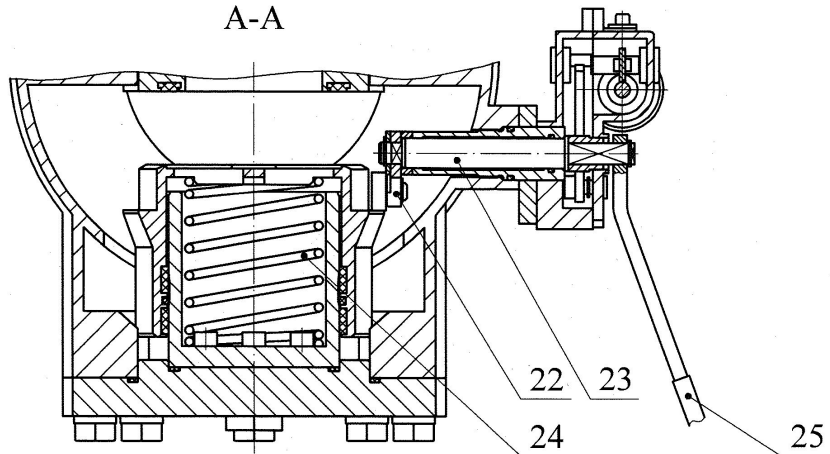

Рисунок 3
9.1.2 Регулятор давления 1, рисунок 3 и 4, состоит из корпуса 4, в котором установлено седло 5, являющееся как седлом клапана регулятора 6, так и запорного клапана 7.